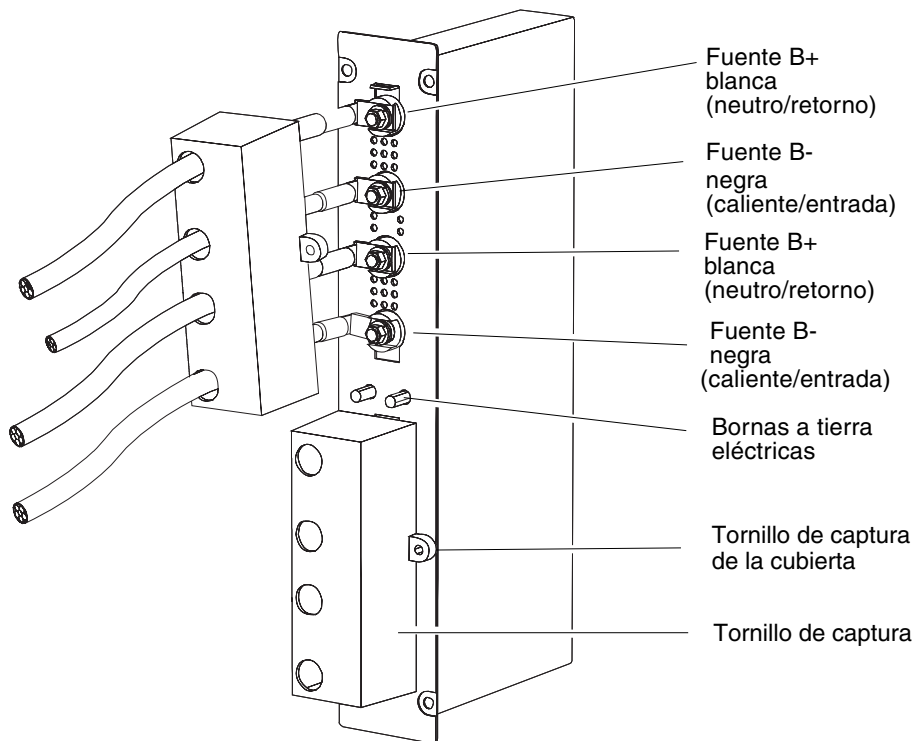

FIGURA 1-24 Caja de conexiones de CC con la tapa retirada y las conexiones al descubierto
2. Retire las tapas de plástico que protegen la caja de conexiones de entrada de CC (FIGURA 1-24).
- e. Cada par de alimentación debe tener una tira de puesta a tierra conectada a las clavijas de tierra (FIGURA 1-24).